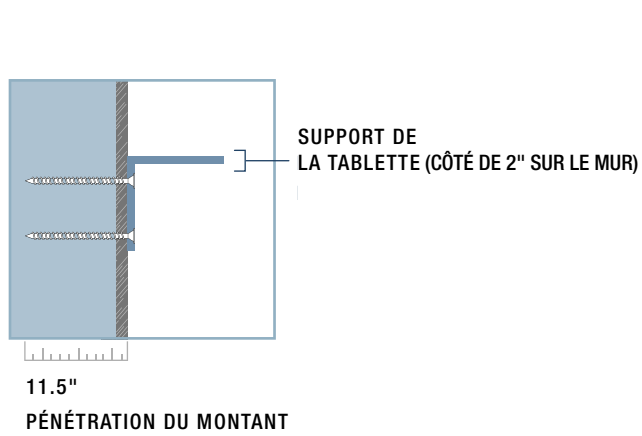

Figure 2: Montage de côté
4. Après avoir identifié la bonne hauteur pour fixer la tablette, tracez une ligne horizontale. Installer le support de tablette (côté de 2" sur le mur) centré avec 2 vis pointues par montant. Utiliser une mèche de 1/8 po pour percer des trous dans le support de tablette. Vous aurez besoin de deux personnes pour placer la tablette sur le support et vérifier le niveau. Retirer le manteau et stabiliser le support de montage avec les vis restantes. **Voir Figure 2.**